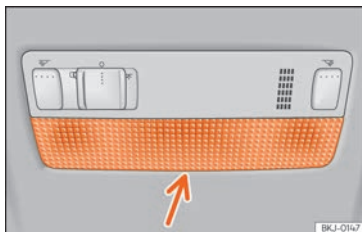

Fig. 63 Luz de lectura delantera.
- Introduzca un destornillador fino por su parte plana entre la carcasa y el cristal »» fig. 63.